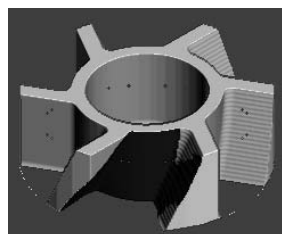

图 5-182 仿真加工结果
2) 在“仿真”工具栏的“当前刀具路径”下拉列表中选择要模拟的刀具路径 finish1，然后单击“执行”按钮，系统开始自动仿真加工，仿真加工结果如图 5-182 所示。